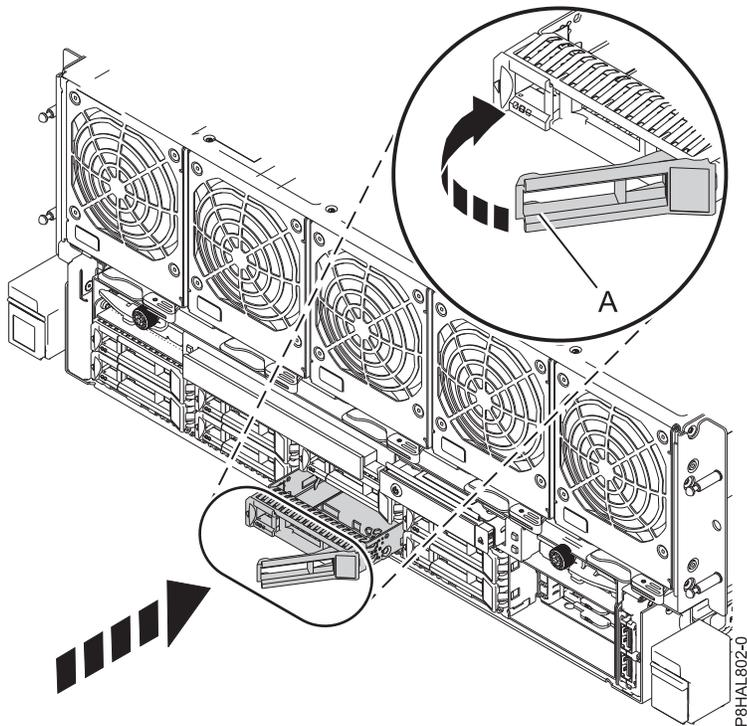

Figure 13. Installation d'une unité de disque dans un système à 8408-44E ou 8408-E8E
4. Déverrouillez la poignée de la baie d'unité (A) en appuyant dessus et en la tirant vers vous. Si la poignée n'est pas complètement sortie, vous ne pouvez pas insérer l'unité dans le système. Voir figure 13, à la page 22.
8. Lorsque le voyant d'identification de l'emplacement sélectionné clignote, faites glisser complètement l'unité dans le système et poussez complètement la poignée de la baie d'unité (A) jusqu'à ce qu'elle se verrouille. Voir : figure 13, à la page 22.